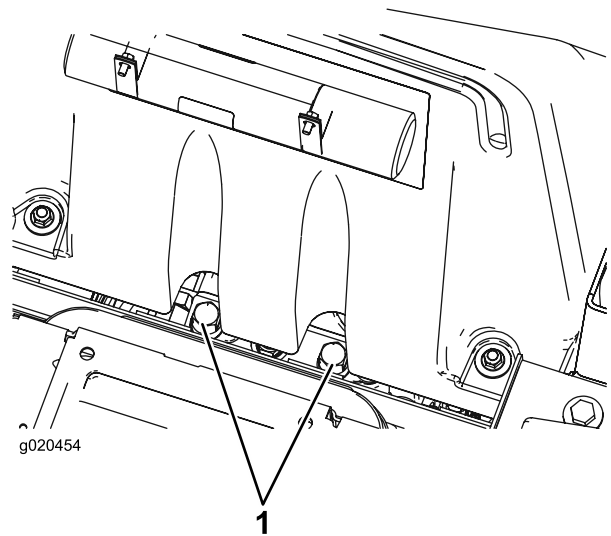

Bild 32
1. Klappen Sie den Sitz hoch. Die Sicherheitsventile befinden sich unter der Vorderseite des Kraftstofftanks (Bild 32).